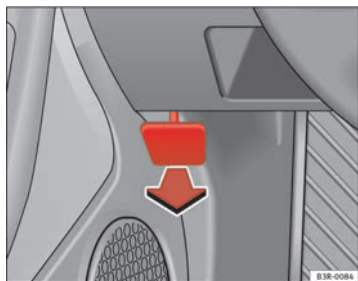

Abb. 167 Ausschnitt aus dem Fußraum auf der Fahrerseite: Entriegelungshebel für die Motorraumklappe
- Den Hebel unterhalb der Instrumententafel ⇒ Abb. 167 in Pfeilrichtung ziehen.